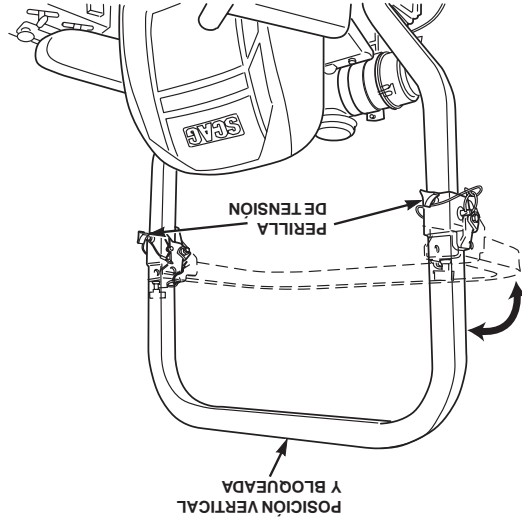

Figura 2-1. Sistema plegable de protección contra vuelco
1. Para bajar la barra contra vuelco, afloje la perilla de tensión en las barras del lado izquierdo y derecho. Vea la Figura 2-1.